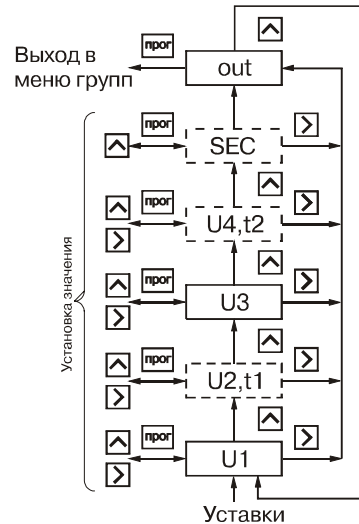

Рис. 23
6.1.6. Группа "GrouP_A" (рис. 23) содержит уставки логических устройств **U1**, **U2(t1)**, **U3** и **U4(t2)**. Положение десятичной точки в параметрах **U1**, **U2**, **U3** и **U4** определяется её положением в параметре **F**.